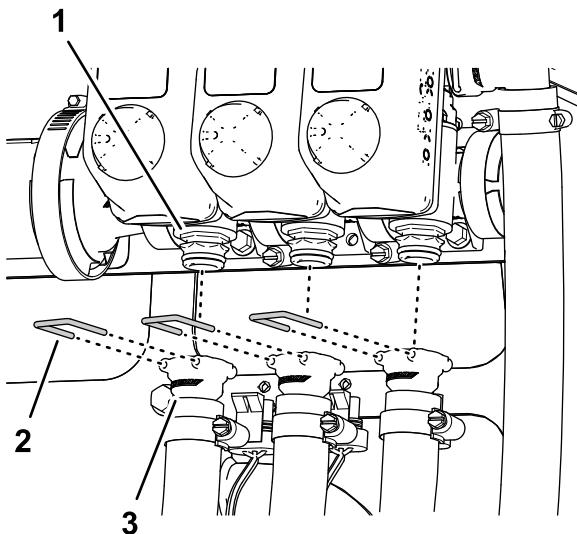

Figura 35
6. Retire os retentores que prendem os acopladores rápidos dos tubos de alimentação esquerdo, central e direito das válvulas da secção de pulverização (Figura 35).
7. Retire os tubos de alimentação da secção esquerda, central e direita dos acopladores rápidos das válvulas de secção de pulverização e retire os tubos da máquina (Figura 35).